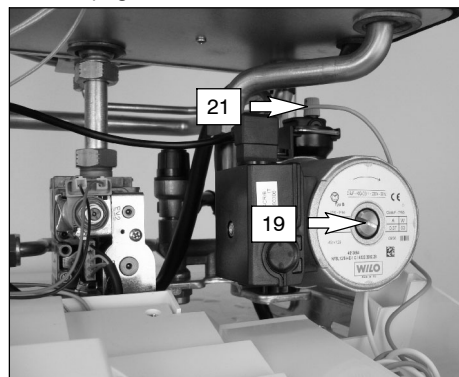

fig. 6.3
- 5 Allentare il tappo della valvola di sfiato automatico (21 in fig. 6.3).
- 9 Togliere il tappo 19 in fig. 6.3 e sbloccare la pompa ruotando il rotore con un cacciavite. Durante questa operazione sfiatare la pompa.